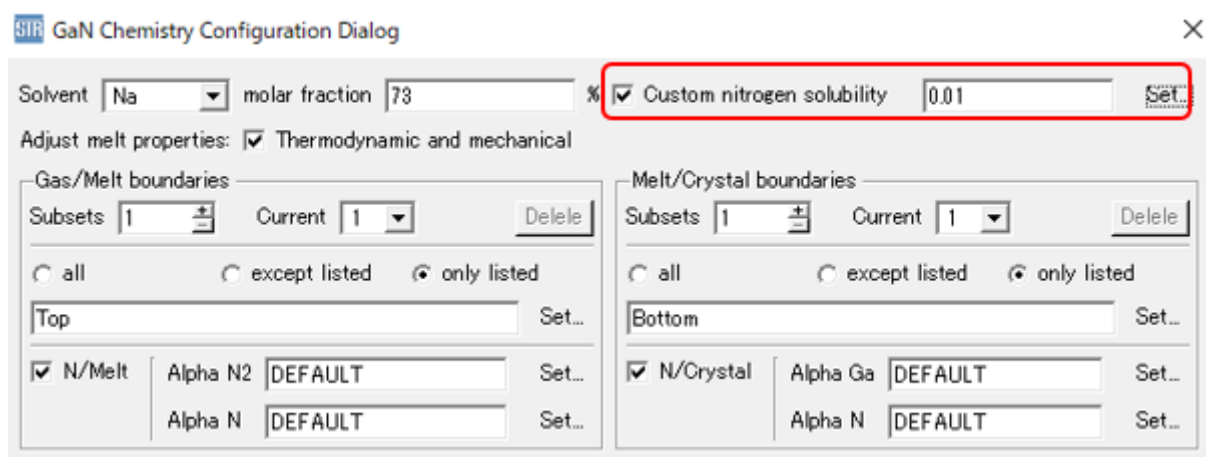

図 4. Flux-GaN の窒素溶解度設定画面
- GaN 溶液成長の Chemical Model の改良 (窒素溶解度) (図 4)